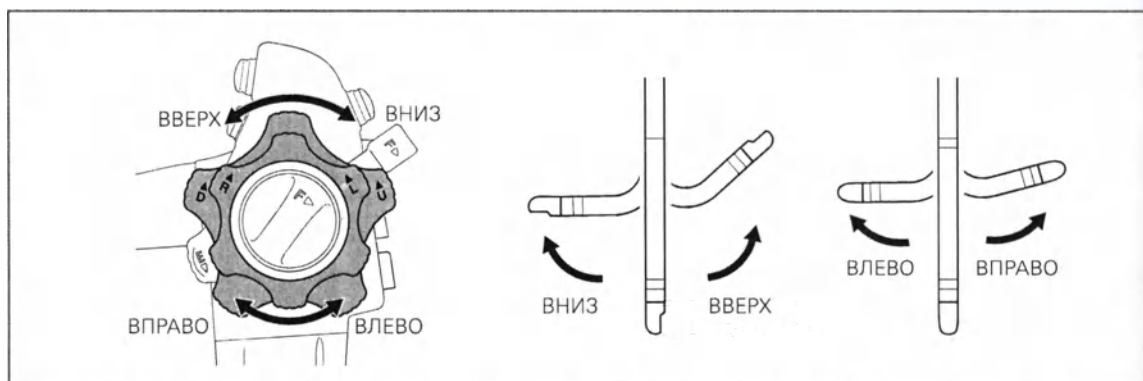

Рис. 3.10
11. Убедитесь, что на корпусе, PVE-коннекторе и электрических контактах отсутствуют такие отклонения, как царапины, деформация, расшатанные части и т.д. Особое внимание обратите на проверку деталей, показанных на Рис. 3.10.